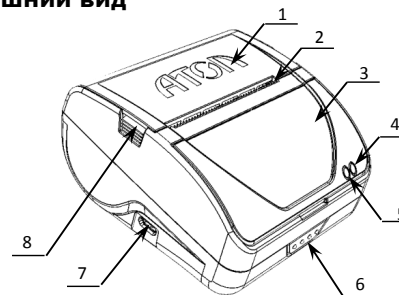

Рисунок 1. Внешний вид ККТ
1. Надавить на фиксаторы крышки лотка для ЧЛ (поз.8 рис. 1), освободить крышку.